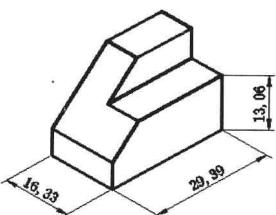
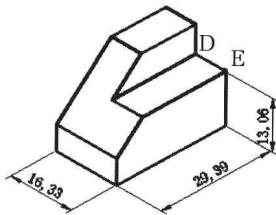

图 7-4-14
图 7-4-15
(11) 单击“对齐”按钮 A ，标出轴测图侧边高度，如图 7-4-14 所示。单击“倾斜”按钮 F ，单击高度标注，按 Enter 键。捕捉并单击 D 点和 E 点，倾斜如图 7-4-15 所示。